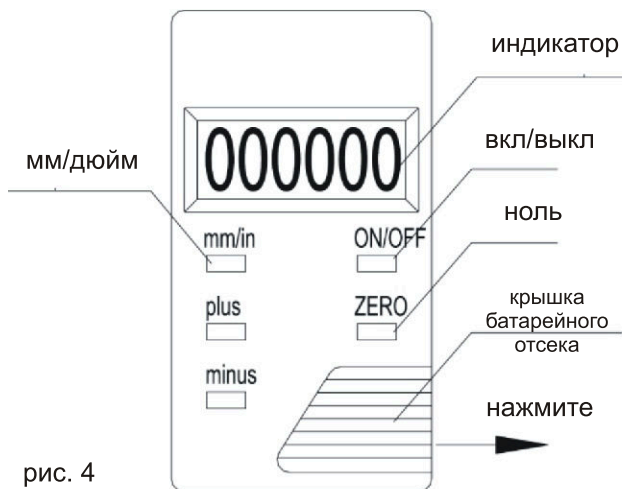

рис. 4
8.3 Цифровой индикатор (рис.4).